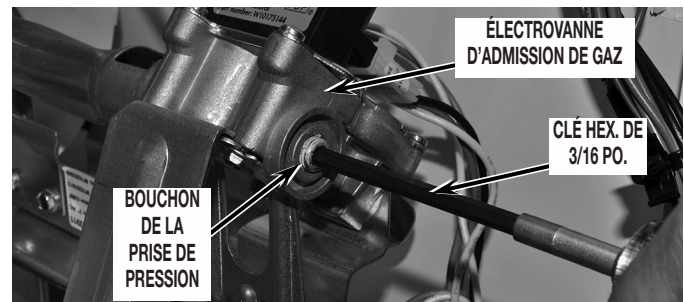

FIGURE 1
- Sur le corps de l'électrovanne d'admission de gaz, ôter le bouchon de la prise de pression avec une clé hex. de 3/16 po. Voir la Figure 1.